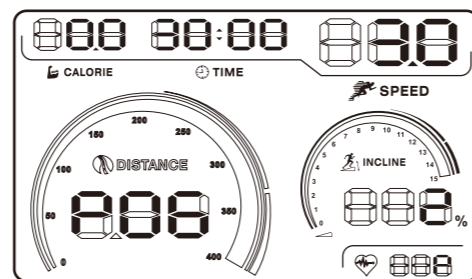

图36
2. 连续按下面板上Training Prog键 ，直至屏幕上出现P06字样，时间窗口闪烁，默认时间为30分钟，您可以通过SPEED（速度）的+（增加）/-（减少）键调整时间。（图36所示）。